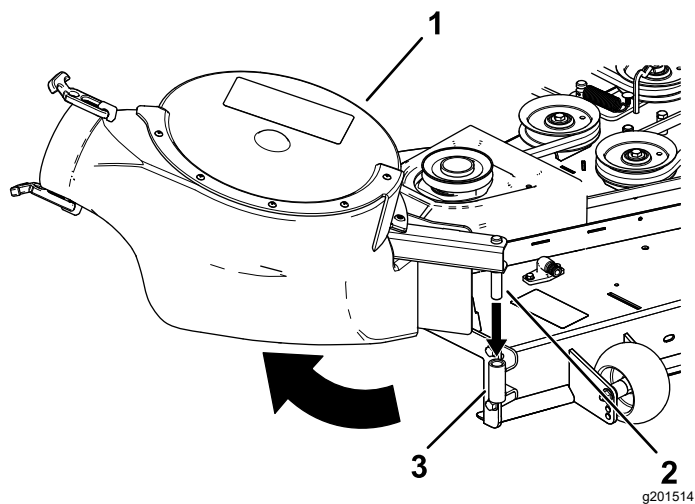

Figura 24
2. Insira o pino de articulação do soprador através do conjunto do soprador e rode o conjunto do soprador para dentro para a máquina (Figura 24).